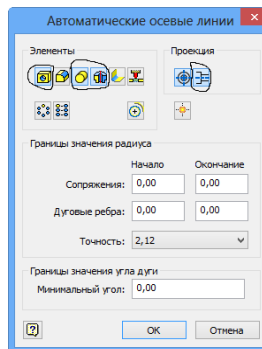

Рис. 3.102. Окно «Автоматические осевые линии»
15. В открывшемся диалоговом окне выбрать объекты для нанесения осевых линий. Задайте нормальную и параллельную проекцию. Нажмите «OK» (рис.3.102).